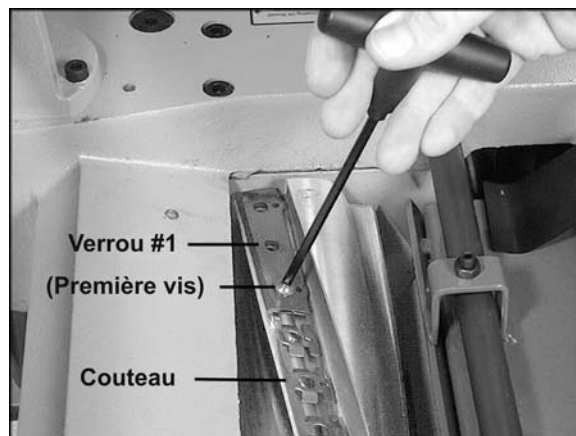

Figure 18 - Modèle 15S uniquement
3. Retirez les vis de verrou à la clé hexagonale à manche en forme de T, tel que l'illustre la Figure 18 et retirez les écrous l'un après l'autre.
6. **IMPORTANT :** Pendant que l'installation du couteau se poursuit, assurez que les ailes des deux extrémités de chaque trou (voir Figure 18) sont complètement introduites dans la rainure de la tête de la découpeuse. Le non respect de ces instructions peut provoquer une brisure du couteau au cours du fonctionnement.